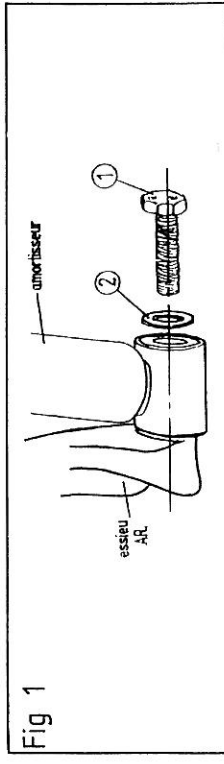

Fig 1
- a/ Desserrer et enlever les vis (rep 1) et les rondelles (rep 2) des fixations inférieures des amortisseurs (Fig 1).